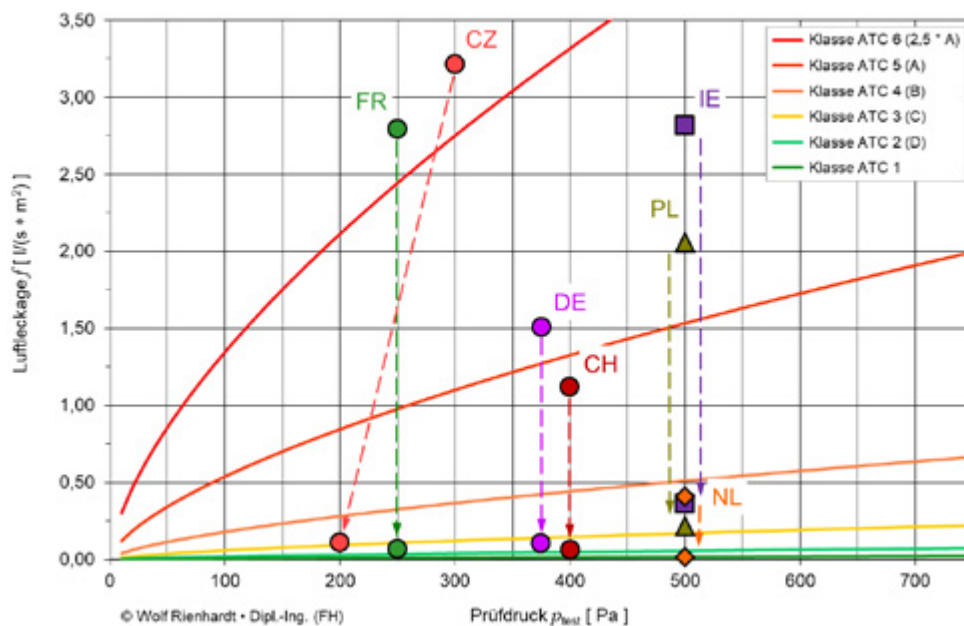

Abbildung 2: Leckgeraten und Dichtheitsklassen vor und nach der Abdichtung mit dem Aeroseal-Verfahren (@W. Reinhardt)
Mit Leckageraten vor der Abdichtung zwischen 326 l/s und 7.743 l/s bzw. 0,4 % bis 52,8 % (durchschnittlich 21,9 %) lagen die Luftdichtheitsklassen vor der Abdichtung im Bereich von >2,5 x A bis B (bzw. ATC 6 bis ATC 4 gemäß DIN EN 16798-3). Nach der Abdichtung mit dem Aeroseal-Verfahren lagen die Leakageströme im Bereich von 13,8 l/s und 992 l/s bzw. 0,02 % bis 3,69 % (durchschnittlich 1,4 %), was Luftdichtheitsklassen von mindestens B (bzw. ATC 4) entspricht. Die geringste Leckagerate (und zugleich beste Dichtheitsklasse) wurde bei dem bereits vor der Abdichtung relativ dichten Luftleitungssystem (NL) erreicht. Doch auch bei wenig dichten Luftleitungssystemen (z.B. CZ oder FR) konnten sehr gute Dichtheitsklassen (C bis D) und geringe Leckageraten erreicht werden [Abbildung 2].